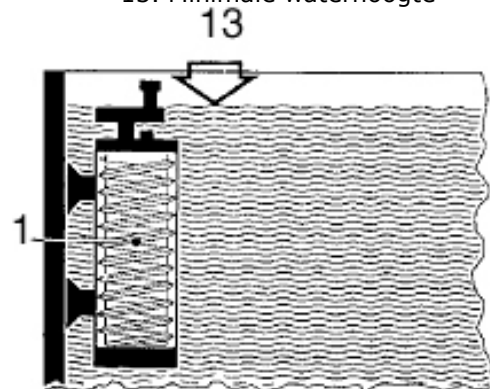

Afb. 2
2. Op de wateraansluiting (Pos. 8) het adapterstuk (Pos. 2) bevestigen. Tip: Het adapterstuk kan ook met een slangverbinding direct in de watercirculatie, bijv. van een pomp gemonteerd worden. Vooral siliconenslang is hiervoor uitermate geschikt (zie afb. 2).